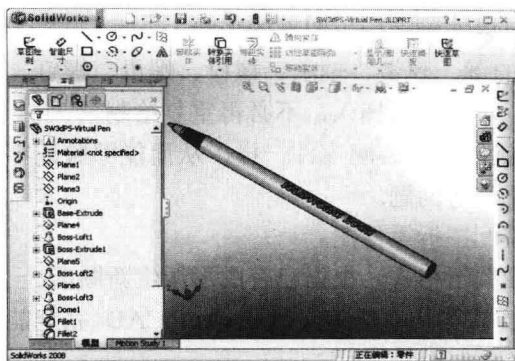

图 1-4 SolidWorks 2008 的主界面
- **SolidWorks (Dassault Systems 公司出品):** SolidWorks 是一套机械设计自动化软件, 它采用了大家所熟悉的 Windows 图形用户界面。使用这套简单易学的工具, 机械设计工程师能快速地按照其设计思想绘制出草图, 运用特征与尺寸制作模型和详细的工程图。如图1-4所示是 SolidWorks 2008 的主界面。